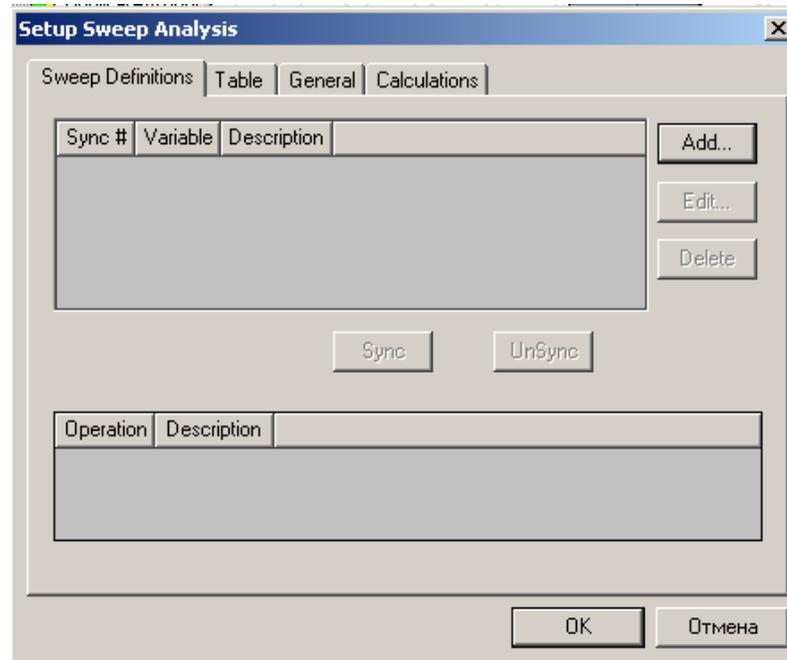

Рис. 13.2. Окно, в котором задаются изменения переменных при параметрическом анализе
Появляется диалоговое окно **Setup Sweep Analysis**. В нем прибавьте изменение переменной для установки параметрического анализа, нажимая кнопку “Add” (рис. 13.2).
1. В закладке **Sweep Definitions**, нажмите **Add**. Появляется окно **Add/Edit Sweep** (рис. 13.2).